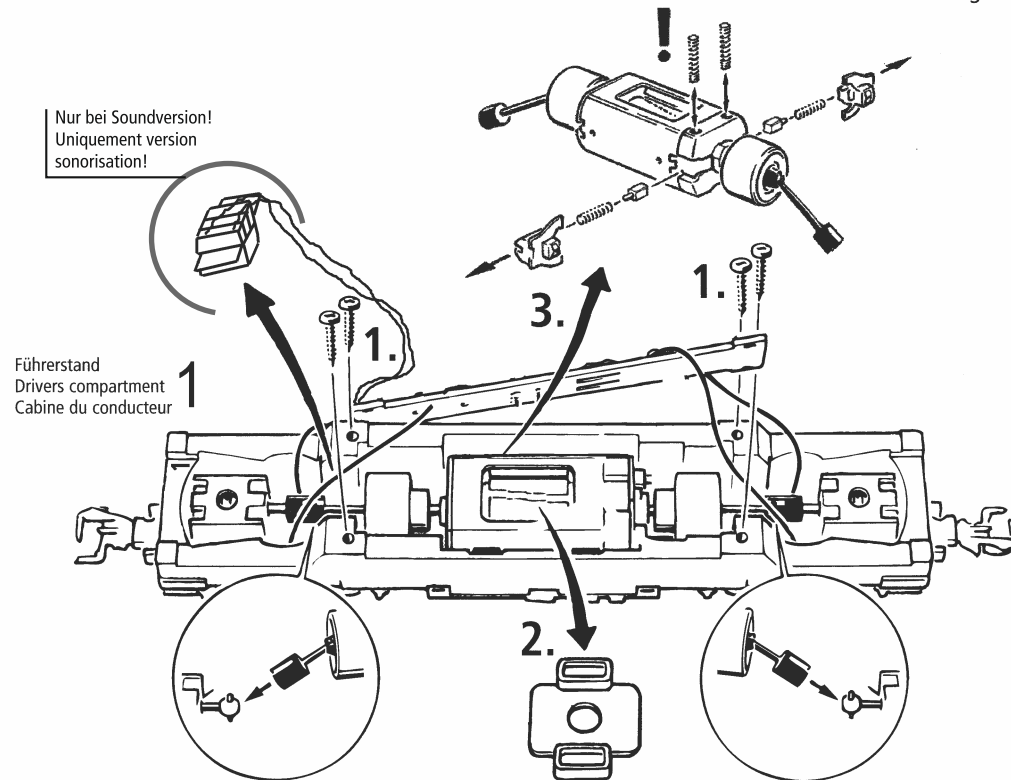

Fig. 9
**3. Haftreifenwechsel:** Zuerst den Getriebedeckel abnehmen (Fig. 4). Danach den **Radsatz** herausnehmen und den **Haftreifen** mit einer Nadel oder einem feinen Schraubendreher abziehen (Fig. 9). Beim Aufziehen des neuen Haftreifens bitte darauf achten, dass dieser sich **nicht verdreht**.
**3. Échange des bandages d'adhérence:** Démontez d'abord le **couvercle du carter** des engrenages (fig. 4). Deloguez ensuite les essieux bandagés et enlevez, à l'aide d'une aiguille qu d'un tourne-vis fin les bandages d'adhérence (fig. 9 ). Lors du montage des nouveaux bandages veuillez veiller à ce que les bandages **ne soient pas tordus**.
**3. Change of traction tyre:** Remove gear cover (fig. 4). Take out **wheel set** and remove **traction tyre** using a pin or a fine screwdriver. When pressing on the new traction tyre please **avoid twisting it** (fig. 9).